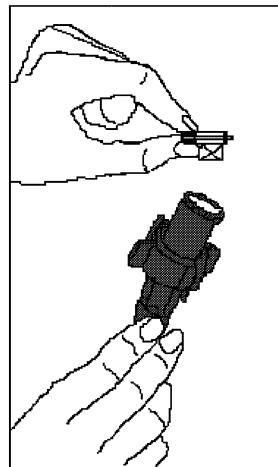

Fig. 9
- Nettoyez le filtre du tuyau d'arrivée d'eau (coté robinet) en le retirant manuellement avec le joint (Fig.9)